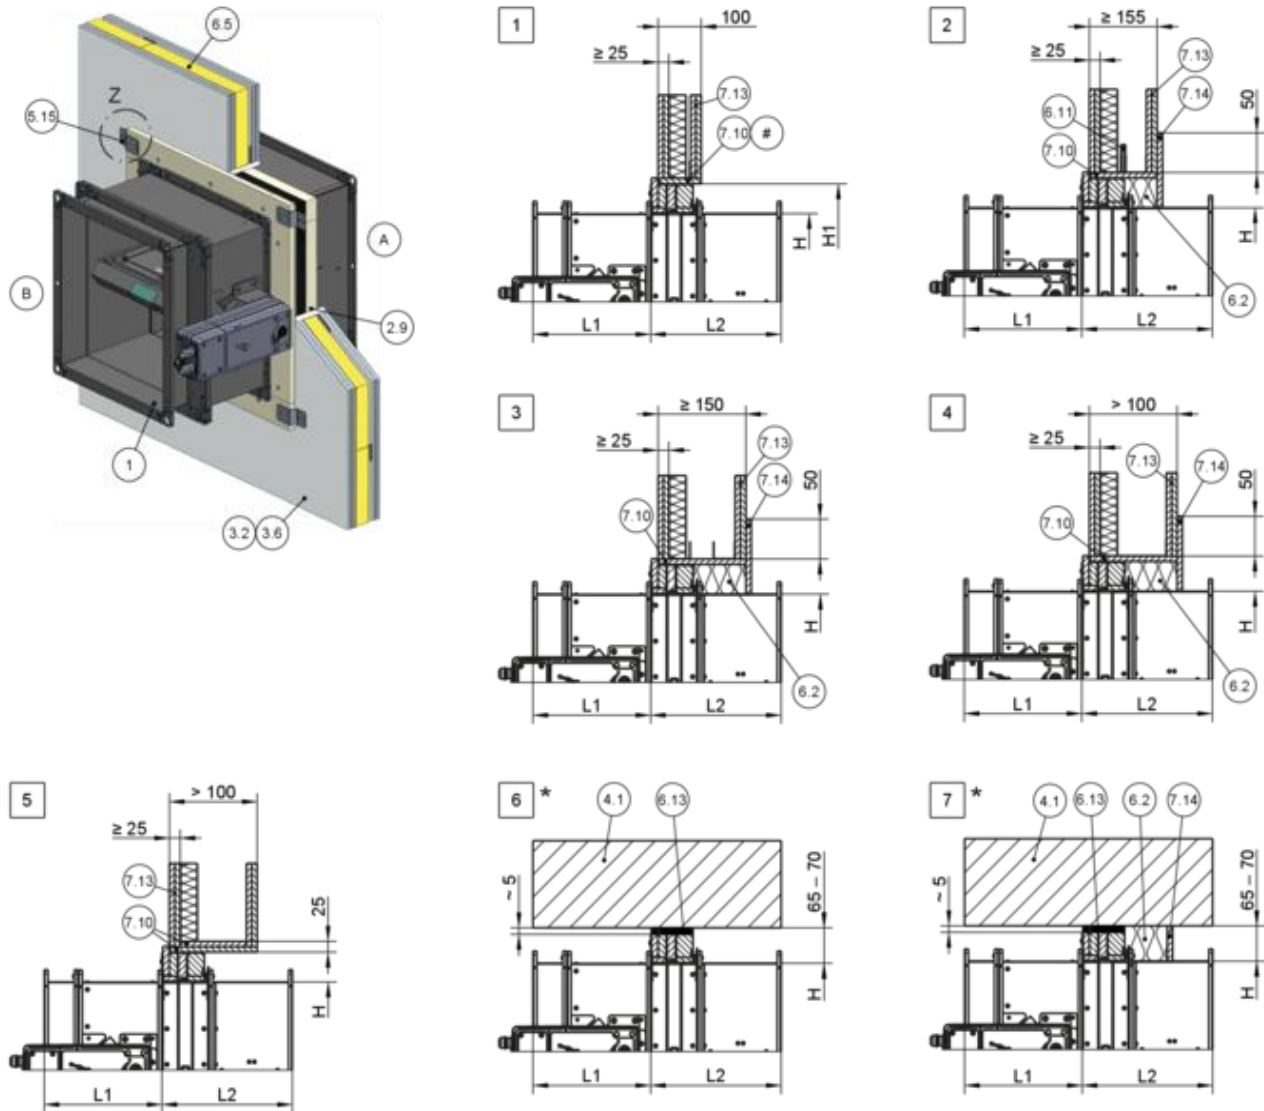

Abb. 38: Trockeneinbau mit Einbausatz KES in Leichtbauwand
- Abstand der Brandschutzklappe mit gekürztem Einbausatz konstruktionsbedingt 65 – 70 mm zu tragenden Bauteilen, siehe Abb.38 Detail / **6** **7**